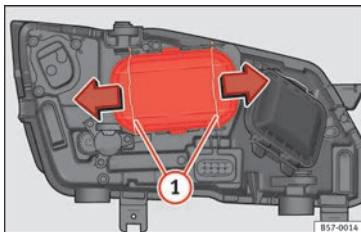

Abb. 105 Im Motorraum: Abdeckung entfernen.
2. Verschieben Sie die Streben » **Abb. 105** ① in Pfeilrichtung und nehmen Sie den Deckel ab.